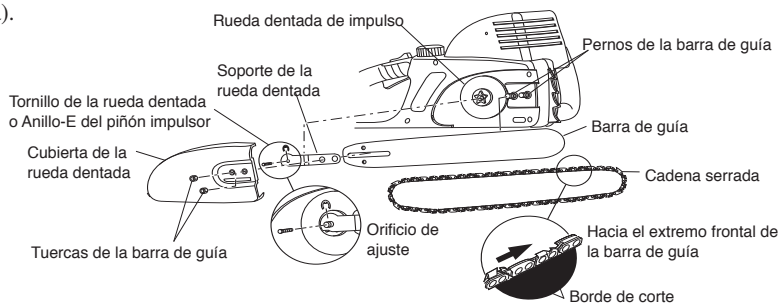

Figura 4 - Ensamblaje de la barra de guía y la cadena
3. Afloje y quite el tornillo del piñón impulsor o quite el anillo-E del eje (vea la Figura 4, página 26). Quite el soporte del piñón.
Nota: Asegúrese de disponer los bordes de corte de la cadena en la dirección correcta. Coloque la cadena de modo que los bordes de corte de la parte superior de la barra de guía miren hacia el extremo de la misma (vea la Figura 4 y el indicador que se encuentra en la cubierta lateral de la sierra).